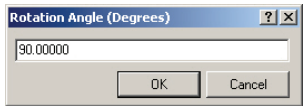

图 6-43 “Rotation Angle”对话框
2) 接着选择“Edit” → “Move” → “Rotate Selection”命令, 系统将弹出如图 6-43 所示的“Rotation Angle”对话框。